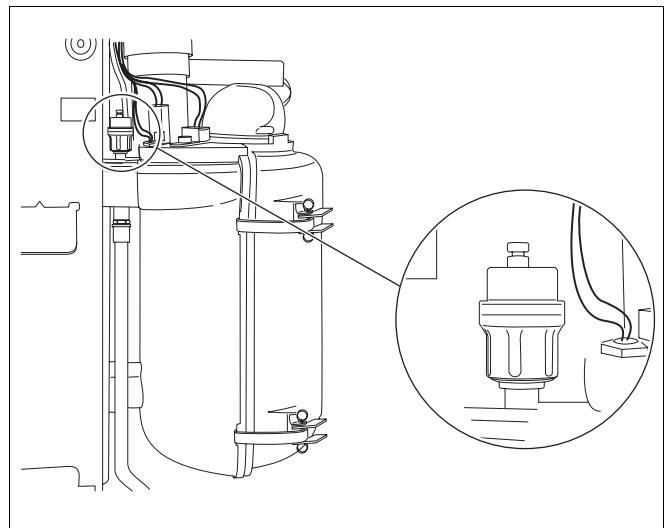

Abb. 7 Automatisches Entlüftungsventil
- Damit die Restluft entweichen kann, Kappe am automatischen Entlüfter (Abb. 7) um eine Umdrehung aufdrehen.